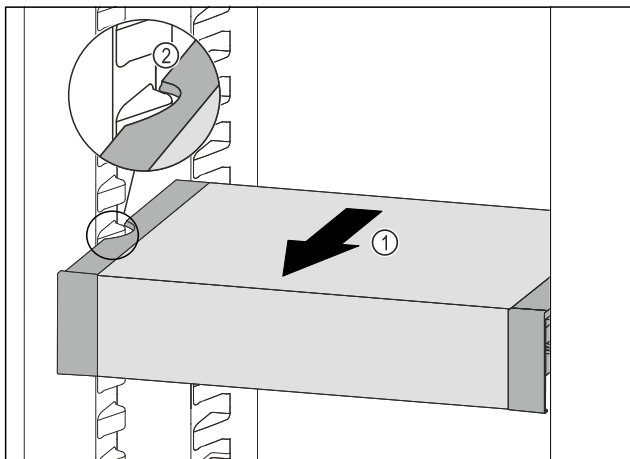

Fig. 115
- ▶ Træk VarioSafe fremefter Fig. 115 (1), indtil udsparingerne i siden på VarioSafe er på niveau med beholderribben i kølesektionen. Fig. 115 (2)